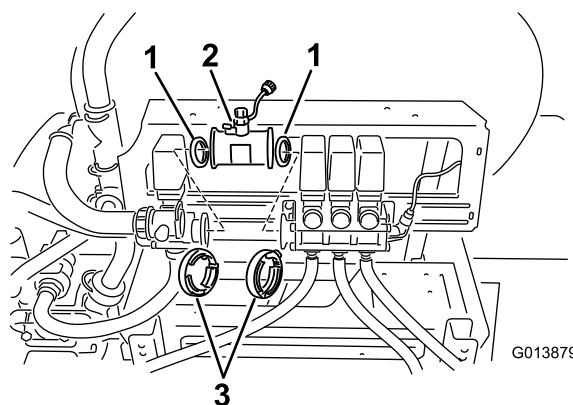

Bild 6
6. Bauen Sie den Durchflussmesser zwischen dem Rührwerkventil und dem Auslegerventil so ein, dass der Flussrichtungspfeil zu den drei Auslegerventilen zeigt (Bild 6).
- A. Setzen Sie die vorhandene Dichtung in die Seite des Durchflussmessers ein, die an das Umwälzungsventil angeschlossen wird (Bild 6).